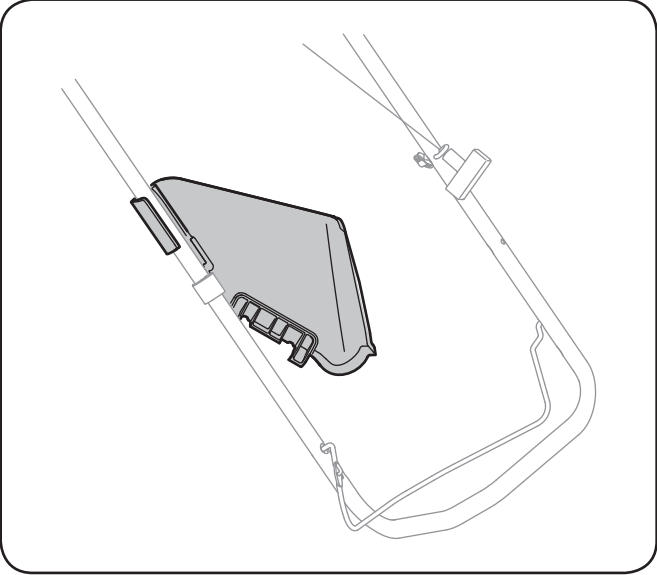

Figure 7-2
- Attachez la goulotte d'éjection latérale contre le guidon, comme à la Figure 7-2.